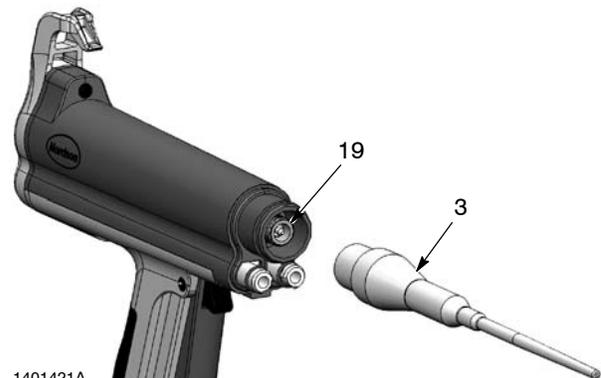

Fig. 4 Dépose du porte-résistance
4. Voir la figure 4. Dévisser le porte-résistance (3) du multiplicateur (19).
4. Voir la figure 4. Visser le porte-résistance sur le multiplicateur.